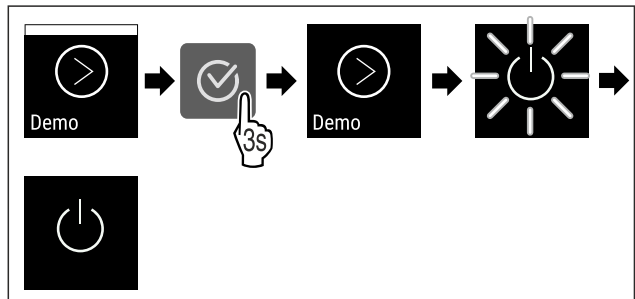

Fig. 100
- ▶ Efectuați pașii de acțiune (vezi Fig. 100) .